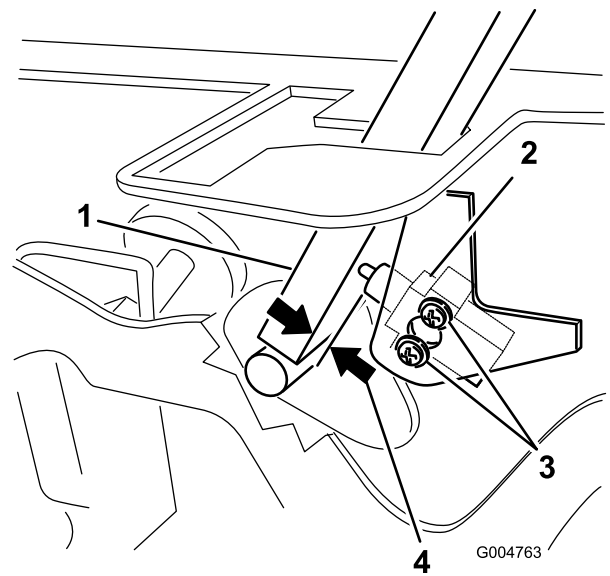

Figura 47
3. Allentate le due viti che fissano il microinterruttore di sicurezza (Figura 47).
4. Tenete la leva di controllo contro il telaio, spostate il microinterruttore verso la leva finché la distanza tra la leva ed il corpo del microinterruttore non è compresa tra 0,4 e 1 mm, come illustrato nella Figura 47.